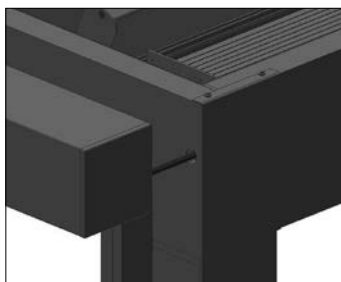

Abb. 117
- » Kabelabgang erfolgt immer nach hinten (Abbildung 117)